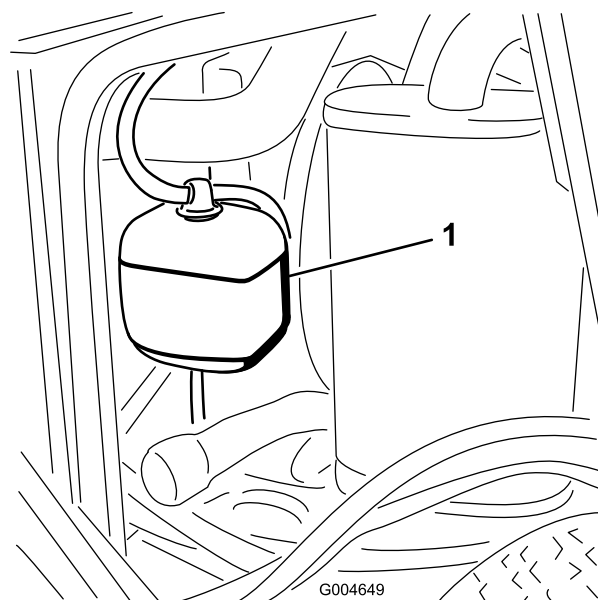

Bild 49
1. Prüfen Sie den Kühlmittelstand im Ausdehnungsgefäß (Bild 49). Er muss sich zwischen den Marken an der Seite des Gefäßes befinden.